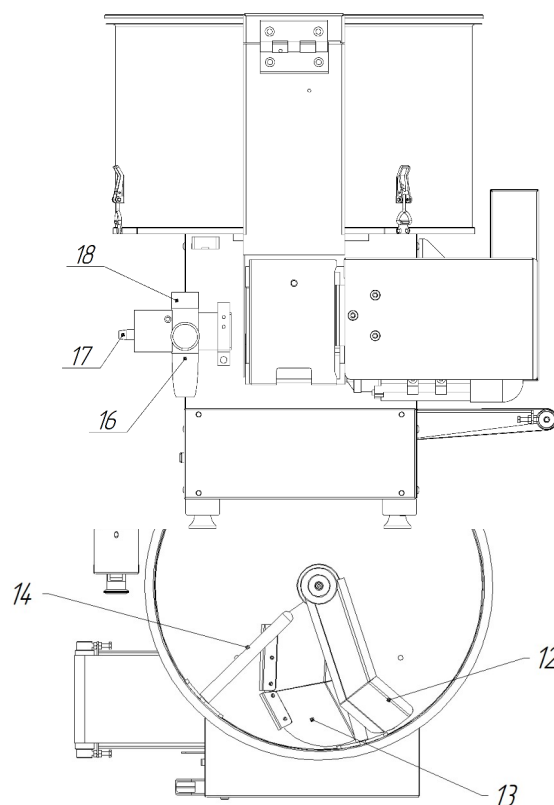
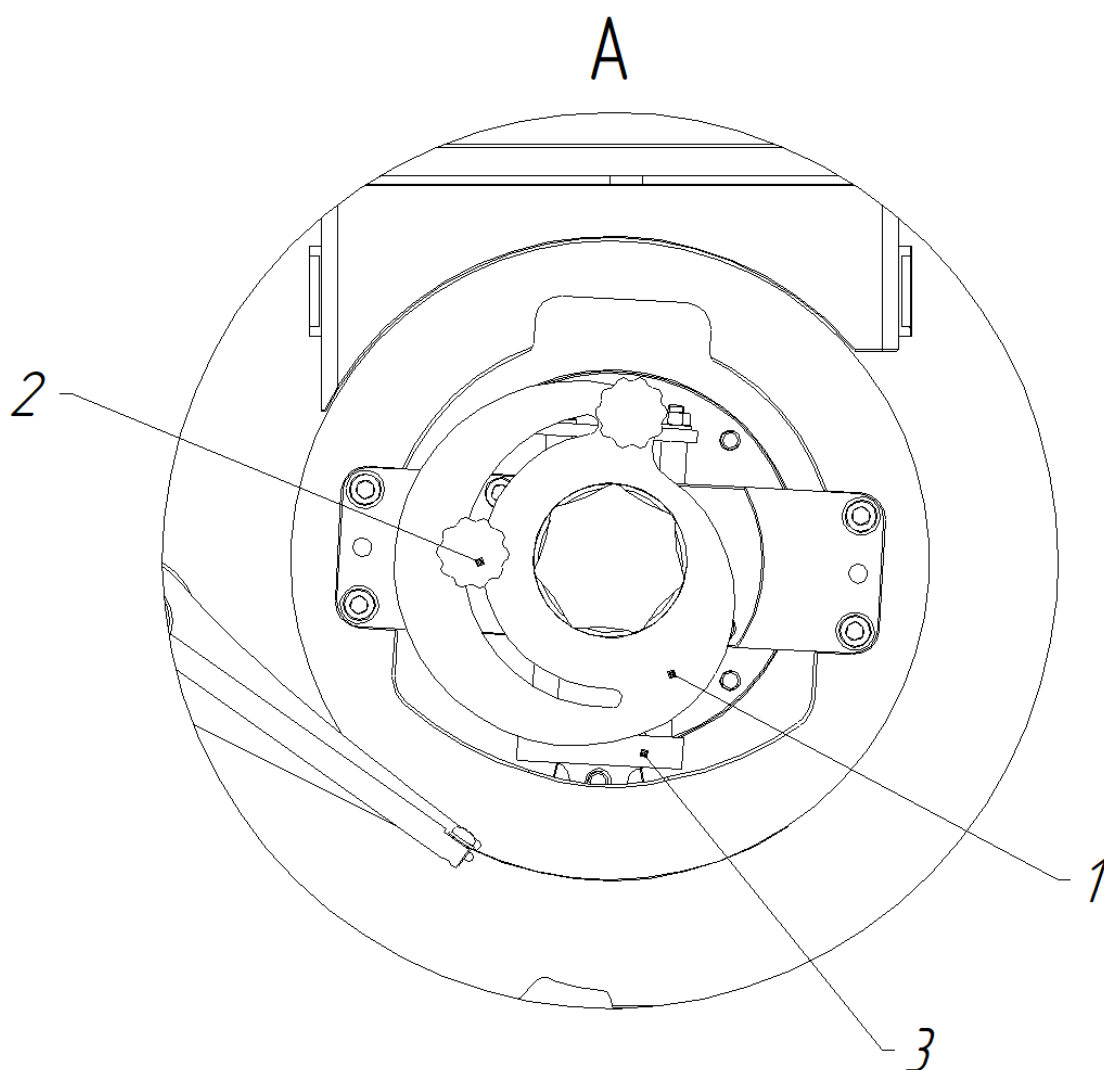

Рис.1
Рис. 3
4.4 Регулировка высоты (массы) котлеты. (Рис.3)
Регулировка высоты (массы) котлеты производится на формующем узле (Рис.1, поз.2) при помощи вращения эксцентрика (Рис.3, поз.1).
Для уменьшения высоты (массы) изделий, необходимо ослабить винт фиксации эксцентрика (Рис.3, поз.2) и провернуть эксцентрик ПРОТИВ часовой стрелки до необходимой толщины. Затяните фиксирующий винт.
Для увеличения высоты (массы) изделий, необходимо ослабить винт фиксации эксцентрика (Рис.3, поз.2) и провернуть эксцентрик ПО часовой стрелки до необходимой толщины. Затяните фиксирующий винт.